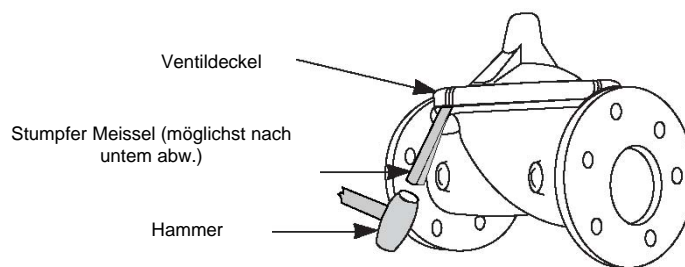

Bild 4
2. Abschrauben der Deckelmutter (Abb. 6. bis 9.) und Abnehmen des Ventildeckels. Unabhängig davon, wie lange das Ventil schon in Betrieb ist, kann es vorkommen, dass der Deckel mit Hilfe eines stumpfen Metallmeissels gelöst werden muss (siehe Abb. 4). Wenn zum Abheben ein Flaschenzug oder eine Winde benutzt werden muss, so ist eine genau passende Ösenschraube anstelle des mittleren Deckelstopfens (1, Abb.9) einzuschrauben. Dann muss der Deckel ganz gerade nach oben gezogen werden, damit das integrierte Ventilsitzlager und der Stößel nicht beschädigt werden.
3. Jetzt kann die Membraneinheit (Abb. 4) aus dem Ventilgehäuse genommen werden. Bei kleineren Ventilen kann das von Hand geschehen, indem man sie ganz gerade nach oben zieht, um Sitz und Stößel nicht zu beschädigen. Bei grösseren Ventilen kann eine Ösenschraube in den Stößel eingeschraubt werden und die Membrane wird mit einem Flaschenzug oder einer Winde herausgehoben.